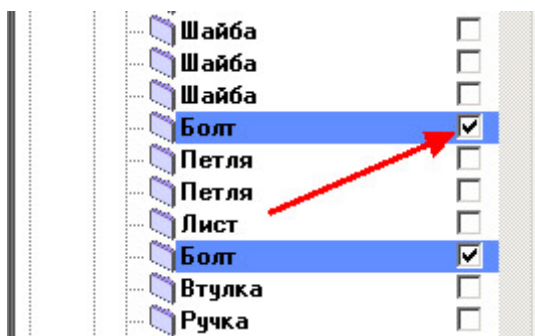

Рисунок 10 - Отметка выбора изделия для формирования заказа
- • установить отметки выбора, которые находятся справа от наименования в структурном дереве образца (для этого необходимо нажать на них левой кнопкой мыши) (рисунок 10);